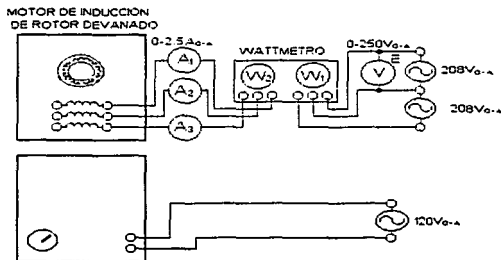

Figura 14
- Conectar el circuito de la figura 14.